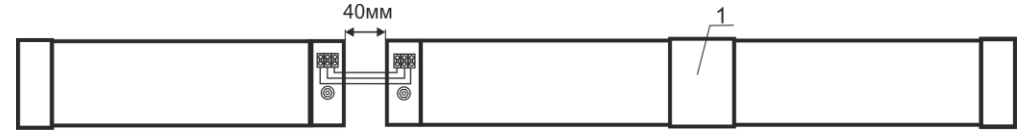

Рис. 3. Обогреватели, подключенные в единую цепь.
- 7.1.5. Все обогреватели СТЕП ПН комплектуются соединительной заглушкой, которая скрывает соединение между обогревателями подключенных в единую цепь. Расстояние между обогревателями не должно превышать 40 мм. (Рис. 3)